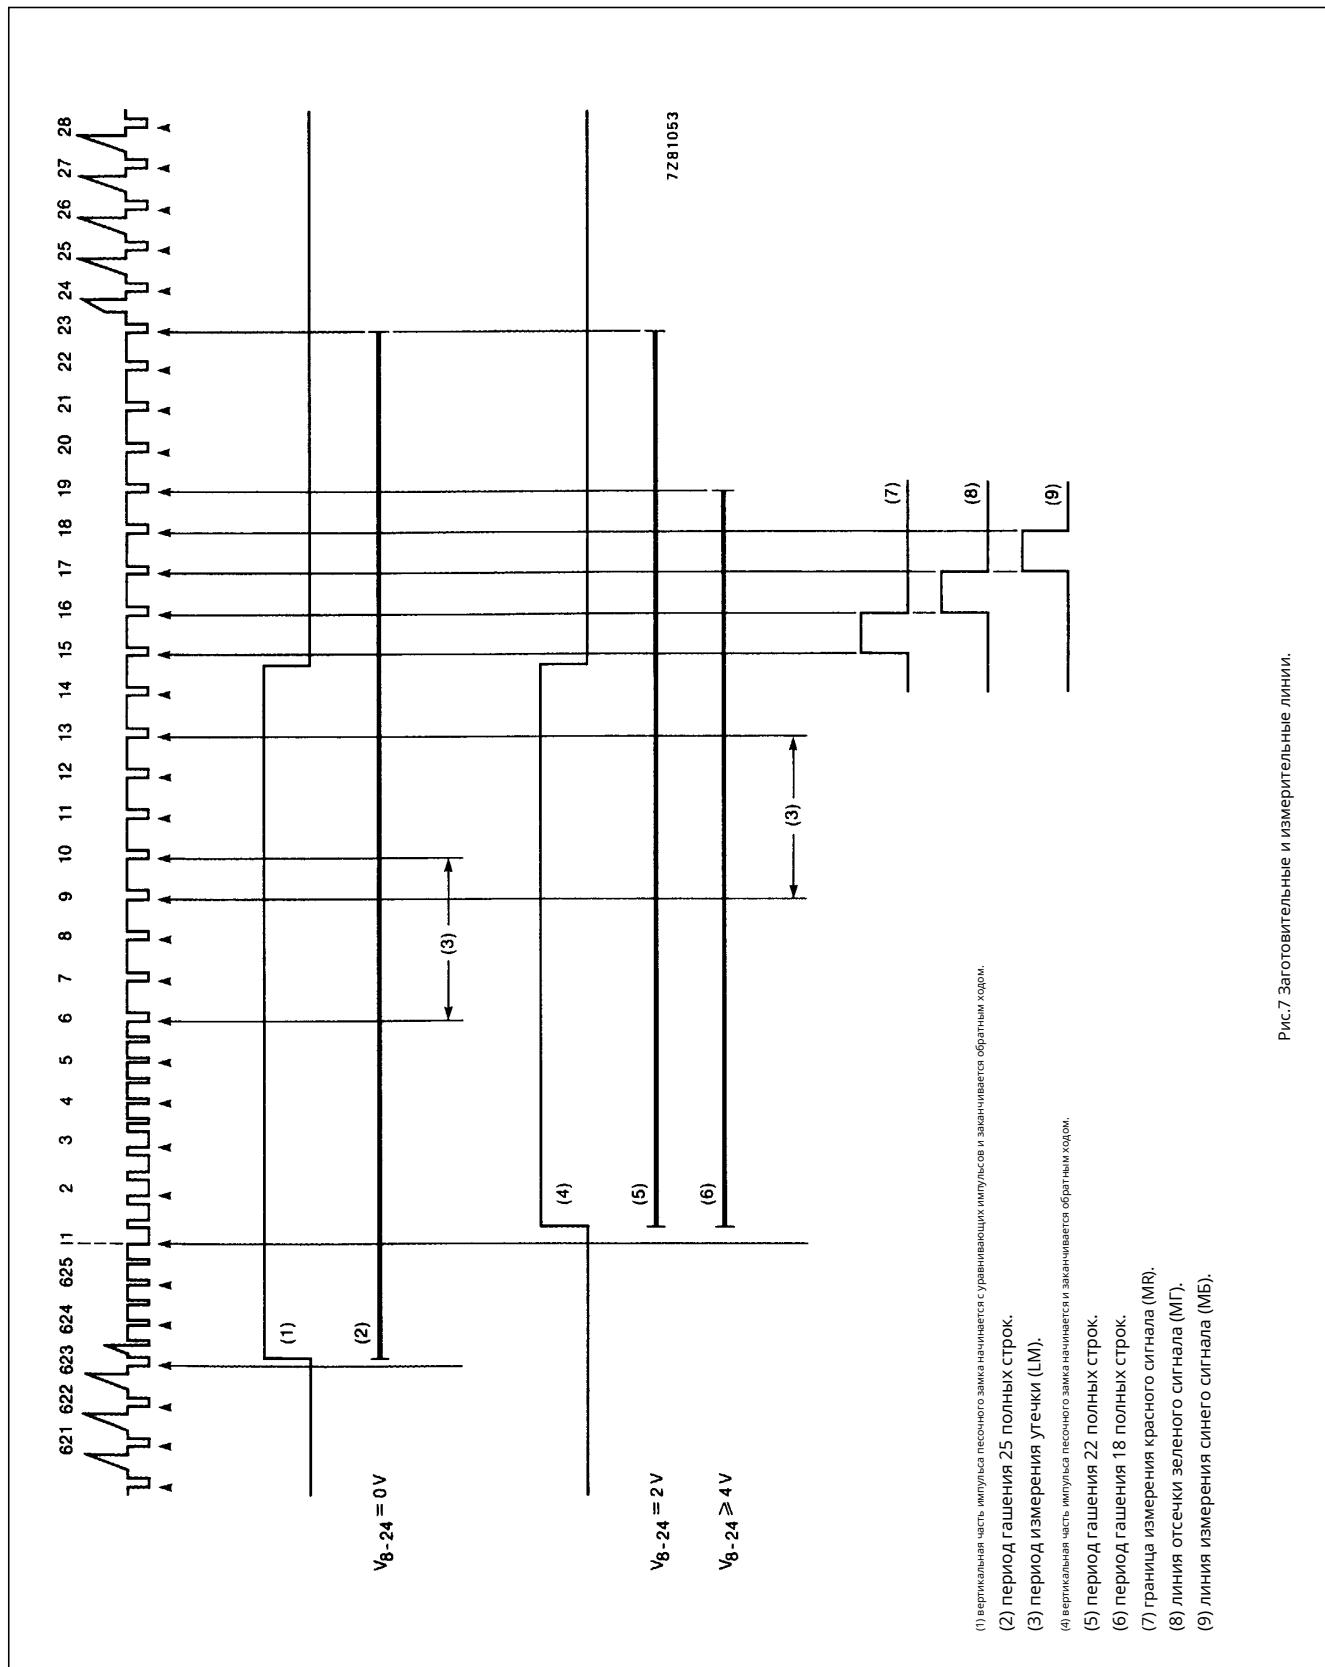

Рис.7 Заготовительные и измерительные линии.
Вход управления автоматическим отключением (контакт 26; примечание 11) (время измерения тока утечки и вставка измерительных линий отсечки RGB см. рис. 7; типы уровня ультра-черного см. рис. 4)
12. Указанные времена гашения действительны для вертикальной части импульса песочного замка длиной от 9 до 15 строк. Если вертикальная часть длиннее и линии среза находятся за пределами периода вертикального гашения, равного 18, 22 или 25 строк соответственно, гашение сигнала заканчивается с окончанием последнего из трех измерительных импульсов среза, как показано на рис. .7.